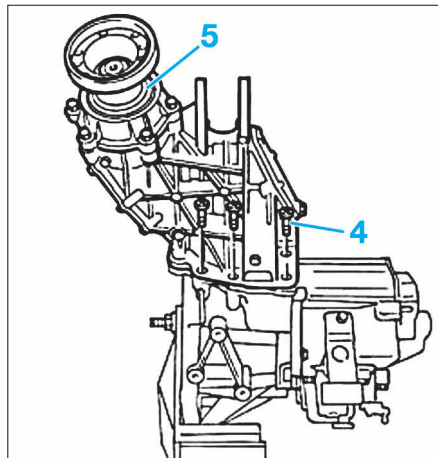

FIG. 4
- Dévisser les vis de fixation (4) et déposer la boîte de transfert (5) (Fig.4).